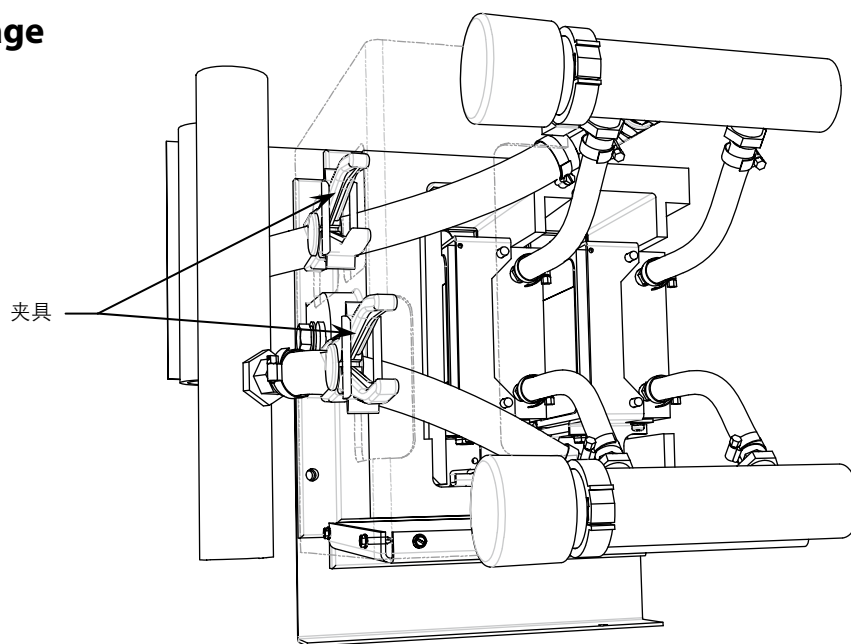

图 5.28 - 变流器 PowerCage 模块(维修 - 按照步骤 6 所述)
7. 准备好软管塞组件和 M10 螺栓。按照图 5.28 所示，从上歧管软管倒钩中拉出软管，然后将液体收集到容器中。